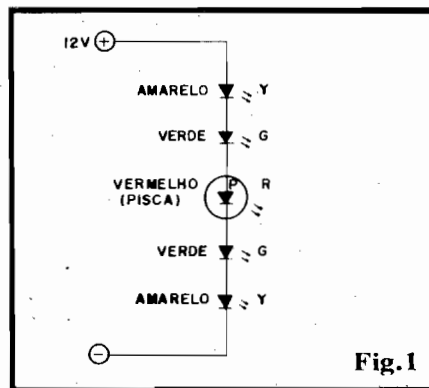
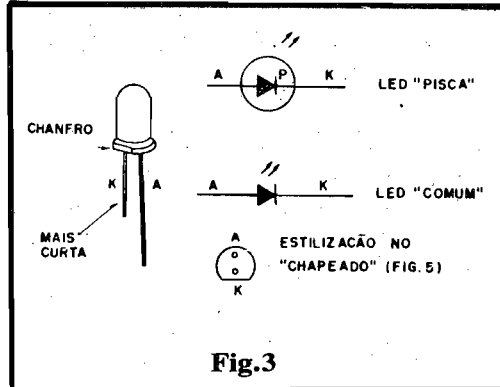

Fig. 1
Fig. 3
- - **NOTA:** quem preferir o indicador visual opcional, sugerido em linhas tracejadas no esquema da fig. 1, não precisará adquirir o **buzzer**, mas, em compensação, terá que adicionar à **LISTA DE PEÇAS**, um LED qualquer, e um resistor de 390R x 1/4W...
- FIG. 1 - O DIAGRAMA ESQUEMÁTICO DO CIRCUITO - Pouca coisa mais do que... NADA! É isso mesmo...! Conforme o Leitor Hobbysta vê da fig. 1, "aparentemente" o circuito do BARRA-PISCA tem apenas os LEDs, em número de 5, "enfileirados" numa ligação convencional "em série"... Nenhum resistor, nenhum capacitor, nenhum transistor ou Integrado! Os que já lidaram com LEDs (e conhecem seus parâmetros e características) não terão muita dificuldade em perceber a razão do "acendimento" dos ditos Diodos Emissores de Luz, dispostos na forma mostrada... Entretanto, qual o motivo da "piscagem"...? Para entender o que acontece, vamos inicialmente referenciar bem os componentes mostrados no esquema: os dois LEDs "de cima", e os dois "de baixo", na "pilha", são comuns... As letras Y-G-R codificam (das iniciais em inglês...) os componentes pelas suas cores, respectivamente Amarelo (**yellow**), Verde (**green**) e Vermelho (**Red**). O LED "do meio", contudo, é um componente um pouco diferente (o que dá prá notar do seu próprio símbolo, circundado por uma linha, e contendo internamente a letra "P", de "pisca"...). Vejamos os detalhes, a seguir...
"chave eletrônica" e o Oscilador de comando no mesmo encapsulamento onde, tradicionalmente, "cabia" um LED comum! Dessa maneira, "por fora", o componente nada difere dos seus companheiros "que não piscam"! Voltando agora, à fig. 1, vemos que todos os 5 LEDs (um "pisca" e quatro "comuns"...) encontram-se "enfileirados" ou "empilhados"... Dessa maneira, a "chave eletrônica" interna do LED "pisca" (o do centro, na "fila") pode comandar, simultaneamente, todo o conjunto, simplesmente permitindo e inibindo, periodicamente, a passagem geral da Corrente responsável pelo "acendimento" dos LEDs... A ausência de qualquer resistor limitador se explica também facilmente: cada um dos LEDs "comuns" determina uma queda de potencial (ou de "voltagem") em torno de 1,8 a 2,0 volts; já o LED "pisca" (pela presença da circuitagem interna de comando...) estabelece um diferencial de Tensão em torno de 4,5V... A totalização das "necessidades de Voltagem" da "fila", portanto, resulta em valor muito próximo dos 12V indicados, com o que simplesmente **nenhum** valor resistivo precisa ser adicionado à "fila"! Em outras palavras: o LED "pisca" mais os 4 LEDs "comuns", precisam quase que exatamente de 12V para que neles se estabeleça a Corrente capaz de fazê-los "acender" (sem exageros que possam "queimá-los"...)! Agora, é bom não esquecer do seguinte: essa é uma condição confortável e econômica, mas
FIG. 3 - IDENTIFICANDO TERMINAIS DO LED "PISCA" E DO LED "COMUM" - Uma das razões de recomendarmos o uso de LED "pisca" **vermelho**, e de LEDs "comuns" **verdes** e **amarelos**, é justamente para prevenir confusões ou "trocas" inadvertidas durante a montagem! Como (salvo as cores, no caso...) as aparências são absolutamente idênticas, essa é uma providência óbvia para evitar "embananamentos"... A figura mostra a aparência geral dos LEDs (todos eles...), enfatizando que o terminal de **cátodo** (K) é sempre o mais curto, e/ou o que sai da peça junto a um pequeno chanfro lateral... A outra "perna", obviamente, é o **ânodo** (A). Observem, no diagrama, a diferenciação adotada para os símbolos do LED "pisca" e dos LEDs "comuns" (comparem com o "esquema" - fig. 1). No "chapeado" da montagem do BARRA-PISCA, os LEDs serão todos representados pela estilização indicada também na figura, onde o lado "chanfrado" é nitidamente indicado, de modo a - mais uma vez - prevenir inversões quando da inserção e soldagem...
TAGEM - A plaquetinha, agora, é vista pelo seu lado **não cobreado**, já com os 5 LEDs colocados. Atenção a dois pontos fundamentais: a posição dos chanfros (rever fig. 3, se ocorrerem dúvidas...) e as **cores** dos LEDs, com os **amarelos** (Y) nos extremos, os **verdes** (G) na **segunda** e **penúltima** posições e o **vermelho**, pisca (P-R) no centro. Notem as duas ilhas (furações) extremas, marcadas com (+) e (-), destinadas respectivamente às conexões de alimentação **positiva** e **negativa** (dos necessários 12 VCC).